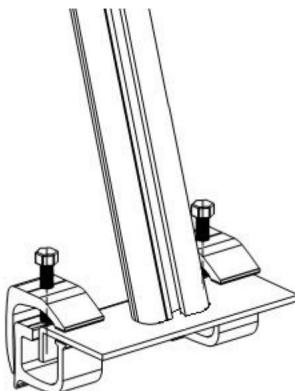

Figure 2
Assembler la colonne de support (11) sur le plateau du camion avec une fixation de type C serrez la pince (12) et serrez les vis. Voir la figure 2.